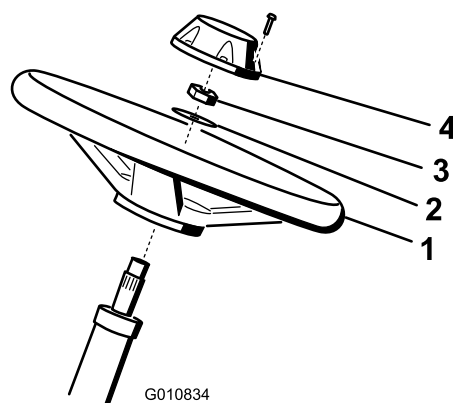

Figura 4
1. Collocate il volante sul piantone (Figura 4).
2. Collocate la rondella sul piantone (Figura 4).
3. Fissate il volante sul piantone per mezzo di un dado di bloccaggio serrato a 27–35 N·m (Figura 4).
4. Montate il coprimozzo sul volante e fissatelo con l'aiuto di 6 bulloni (Figura 4).